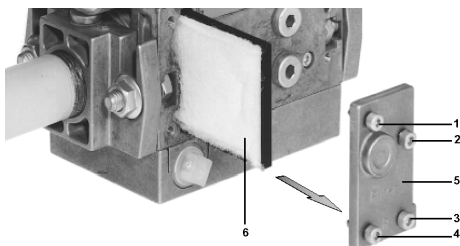

Fig. 24
- 2 Desenroscar los tornillos 1, 2, 3, 4 con la llave de macho hexagonal núm. 3, y retirar la tapa del filtro 5 (Fig. 24).